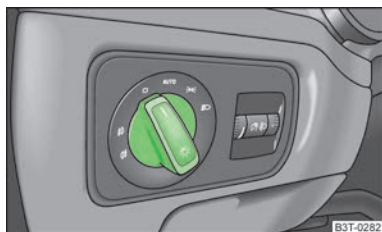

Fig. 30
En los vehículos con **dirección a la derecha**, la disposición de los interruptores se diferencia en parte de la **» fig. 30** de la página 50 disposición mostrada. No obstante, los símbolos que marcan las posiciones de los interruptores son iguales.
- Girar el conmutador de luces » fig. 30 a la posición $\Rightarrow$.